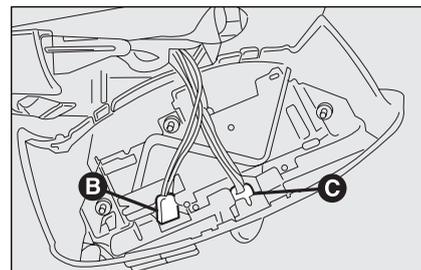

fig. 44
- débrancher les connecteurs électriques **B**-fig. 44 et **C**;